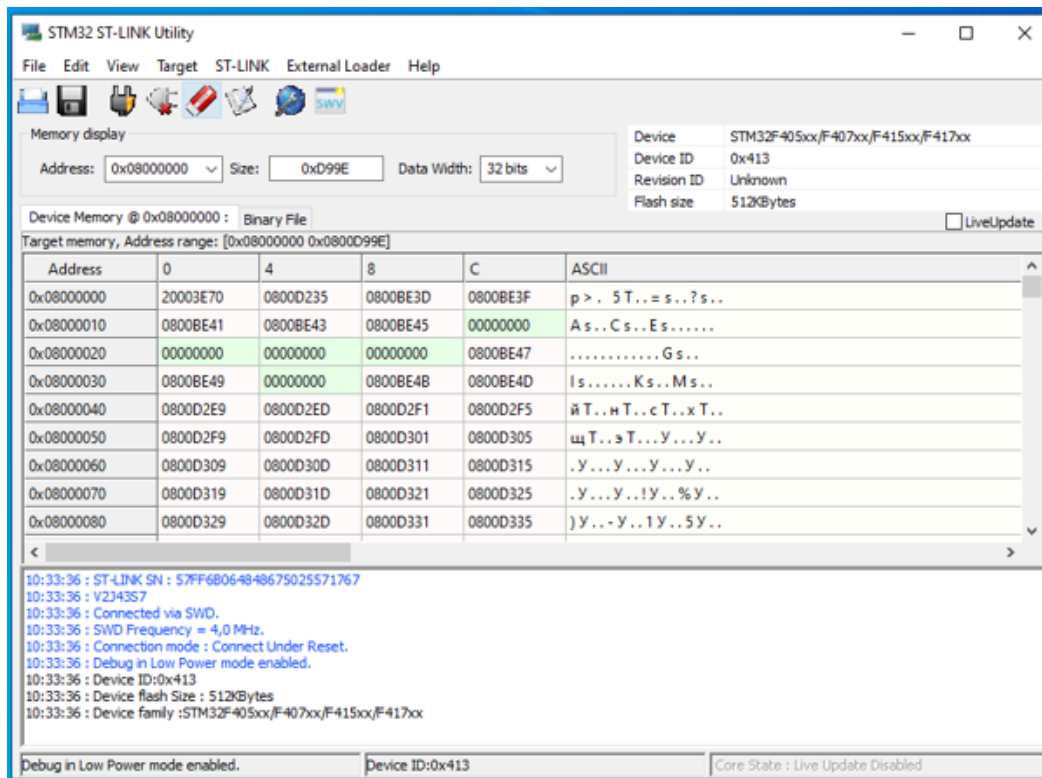

Рисунок 1
1.5.3 Выбрать в верхнем меню утилиты «Target»→«Connect». При правильном подключении и исправном оборудовании должен определиться тип подключенного процессора, а также отобразиться карта памяти (рисунок 1).